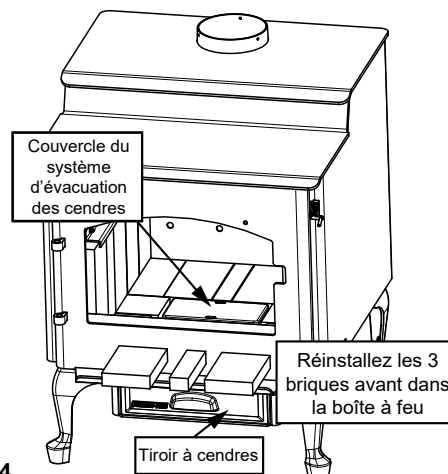

Figure 21.4
1. Remettez en place les 3 briques retirées auparavant (**Figure 21.4**).
3. Installez le couvercle d'accès à l'ARS à l'intérieur de la rainure située à l'intérieur de la boîte à feu (**Figure 21.4**).